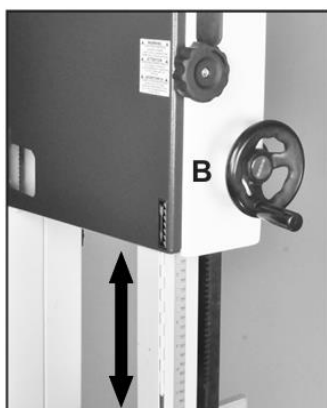
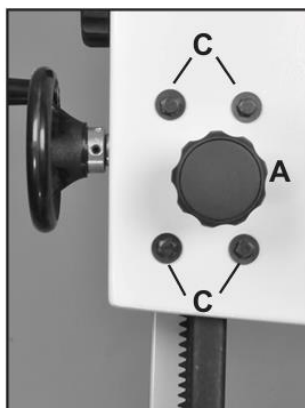

Рис. 29
Рис. 30
1. Ослабьте фиксатор направляющей стойки (А, рис. 30) и поверните ручку направляющей стойки (В, рис. 29), чтобы поднять или опустить направляющую стойку/верхнюю направляющую полотна на нужную высоту.
4. Ослабьте четыре болта с шестигранной головкой (С, рис. 30), расположенные в задней части верхней рамы. Это позволит немного сдвинуть направляющую стойку влево или вправо для устранения любых проблем с позиционированием.